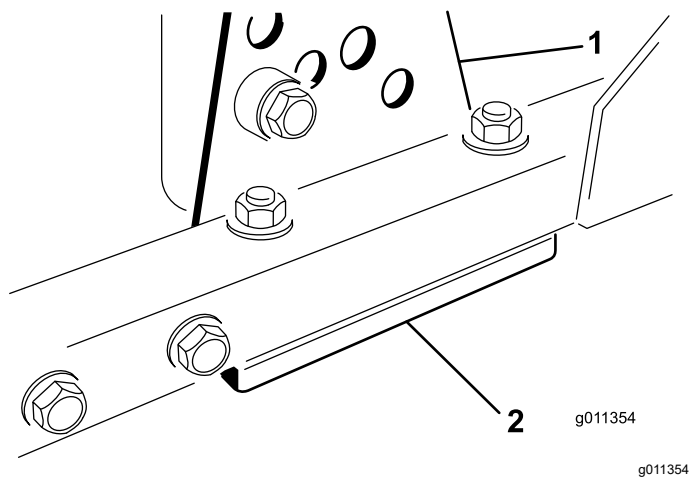

图 87
1. 从滚刀组架上拆除剪草高度支架前、左或右图 87。
2. 在滚刀组架与剪草高度支架之间插入 1.5mm 薄垫片和/或 0.7mm 薄垫片以达到所需的高度设置图 87。